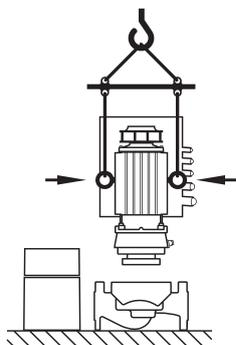

Fig. 23: Транспортировка съемного блока
- **Транспортировочные проушины, перенесенные с фланца мотора на корпус мотора, разрешается использовать только для перемещения/транспортировки съемного блока (рис. 23), но не всего насоса. Использование проушин для отделения съемного блока от корпуса насоса запрещено (обратить внимание не предшествующий демонтаж и последующий монтаж проставок).**